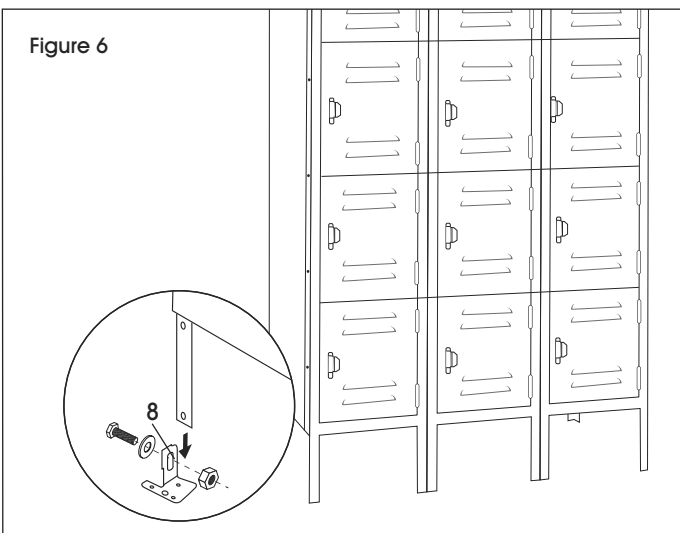

Figure 6
1. Si vous rattachez deux unités à 3 colonnes, installez temporairement un boulon et un écrou dans le troisième et le sixième trou à partir du haut du cadre extérieur qui sera rattaché au cadre de casier adjacent. (Voir Figure 6)
2. Utilisez les pattes de nivellement et le matériel (8) fournis pour niveler l'unité. (Voir Figure 6)